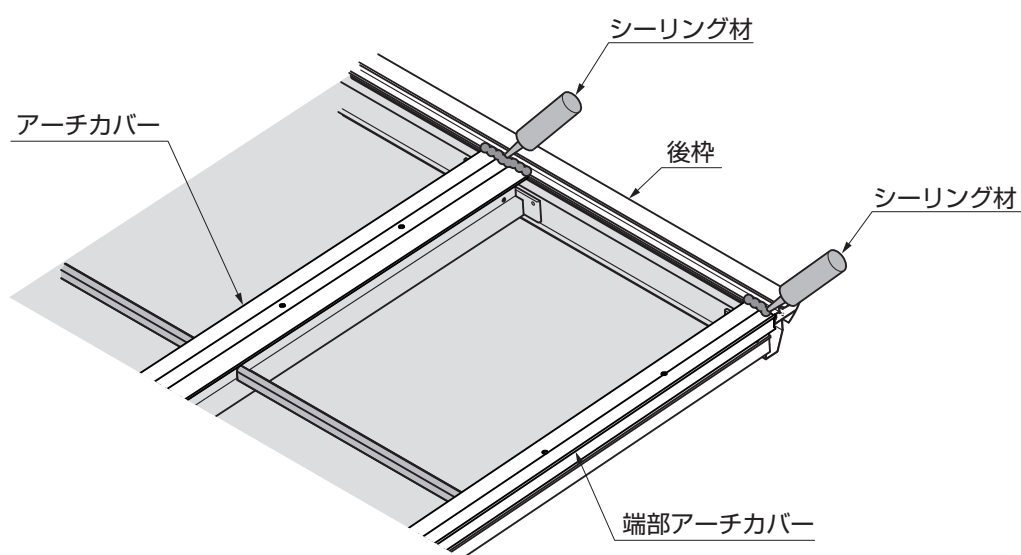

図9-5 シーリング箇所
③後枠と中間アーチカバーの間、端部アーチカバーの間にシーリング材を充てんしてください。(図9-5参照)